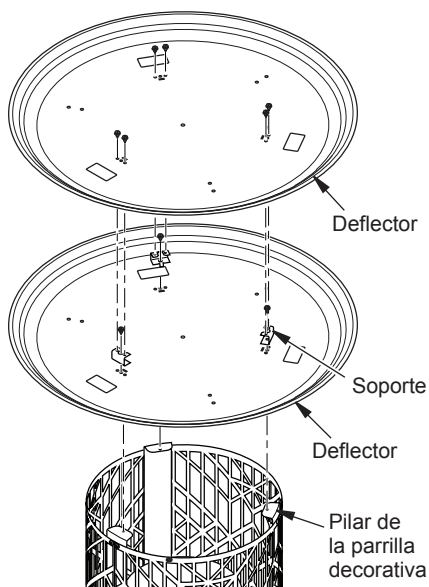

Figura 8 - Conjunto de deflector
14. Coloque un deflector sobre los pilares decorativos de la parrilla. Fije el deflector y los soportes a los pilares con 1 tornillo (C) a través de cada una de los tres soportes. Consulte la figura 8.
15. Coloque el segundo deflector sobre el primero. Fije el deflector a los soportes con 2 tornillos (C) a través de la parte superior de cada soporte (consulte la figura 8).